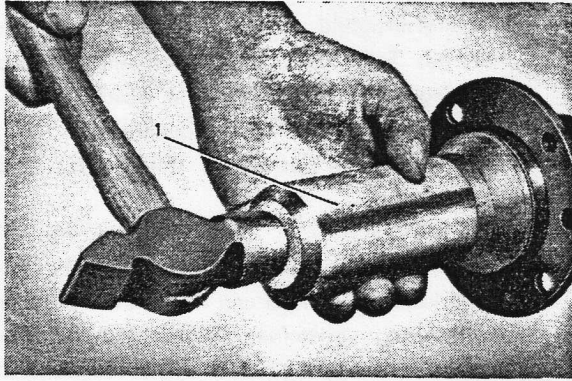

Bild 5-43. Einbau des äusseren Lagerringes
3. Kegelrollenlager mit Heisslagerfett füllen. Achswellen in die Hinterachse einschieben. Äusseren Lagerring mit Buchse SVO 2205 einbauen, siehe Bild 5-43.